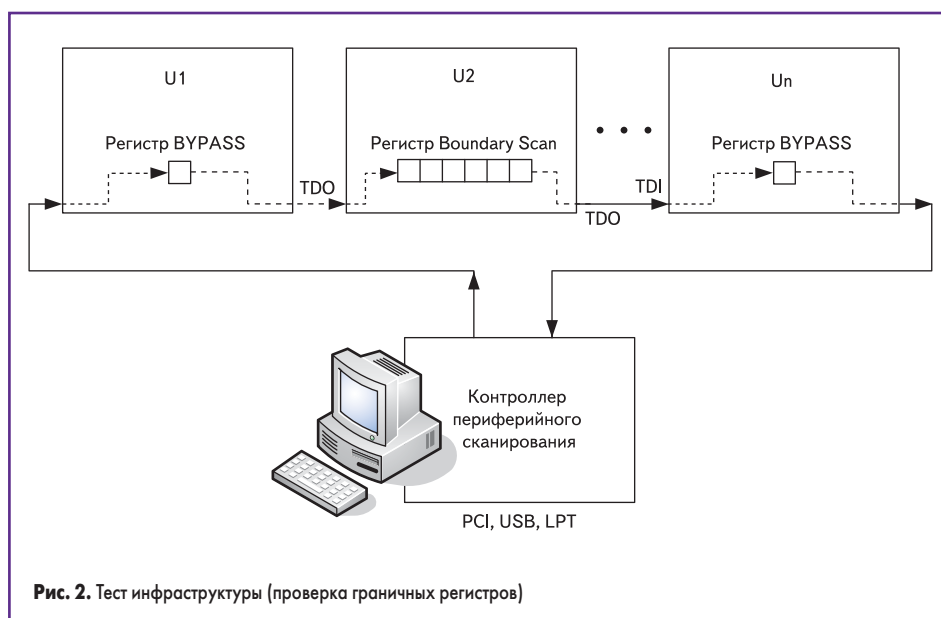

Рис. 2. Тест инфраструктуры (проверка граничных регистров)
2. Проверка граничных регистров микросхем цепочки (рис. 2). Во все микросхемы цепочки загружается инструкция BYPASS, кроме микросхемы, у которой проверяется граничный регистр Boundary Scan (в нее загружается инструкция SAMPLE/PRELOAD). После этого выполняется последовательное продвижение уникальной двоичной сигнатуры (TEST BYTE) в цепочку. Сигнатура не должна измениться при прохождении через все